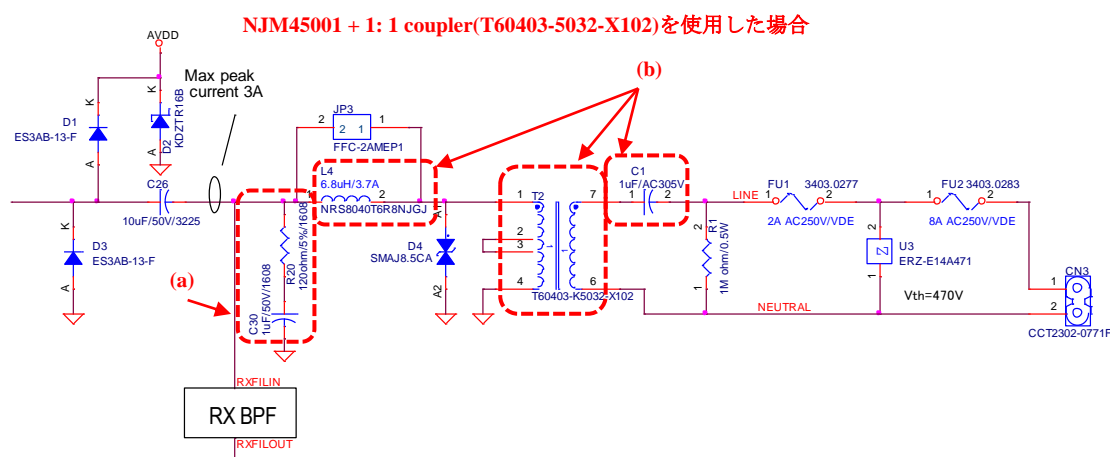

Figure 3-13 CENELEC-A 帯の EN50065-7 対応インピーダンス対策例
- 3kHz-9kHz における RX インピーダンスは、C1 と T2(主インダクタンス)の共振により、EN50065-7 対応インピーダンス規格が未達となる場合があります。その共振によるピークを抑制させるため、Figure 3-13 の(a)の部分の $R20=120\Omega$ 、 $C30=1\mu\text{F}$ を配置することを推奨します。
- 95kHz-148.5kHz における TX インピーダンスは、Figure 3-13 の(b)の部分の C1 と(L4+T2 漏洩インダクタンス)の共振周波数により、EN50065-7 対応インピーダンス規格が未達となる場合があります。L4+T2 漏洩インダクタンスと C1 の共振周波数が、CENELEC-A 帯の帯域内に入るように設定してください。C1=1 μF の場合、L4=6.8 μH を挿入することを推奨します。